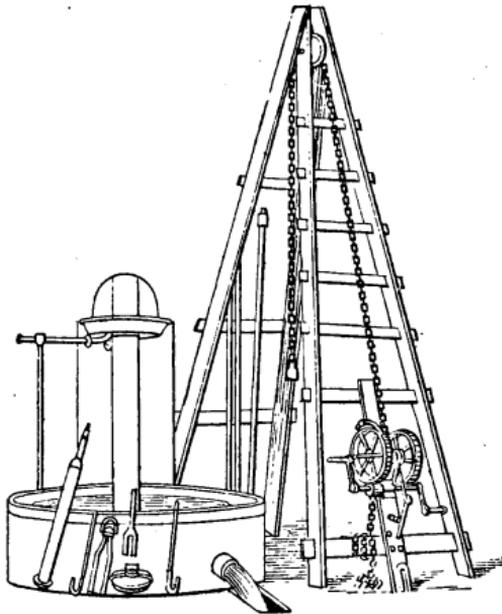

Fig. 136.
**Chèvre** (fig. 136). — Machine actionnée à bras pour élever les objets à une certaine hauteur. Employée dans les chantiers de montage, pour le forage des puits. Il importe de veiller à la bonne tenue des montants. La corde ou la chaîne d'attache de l'objet passe sur la poulie supérieure et s'enroule ensuite sur le tambour d'un treuil que l'on actionne avec des leviers ou des engrenages. La relation de l'énergie développée dans le cabestan est applicable à la chèvre.